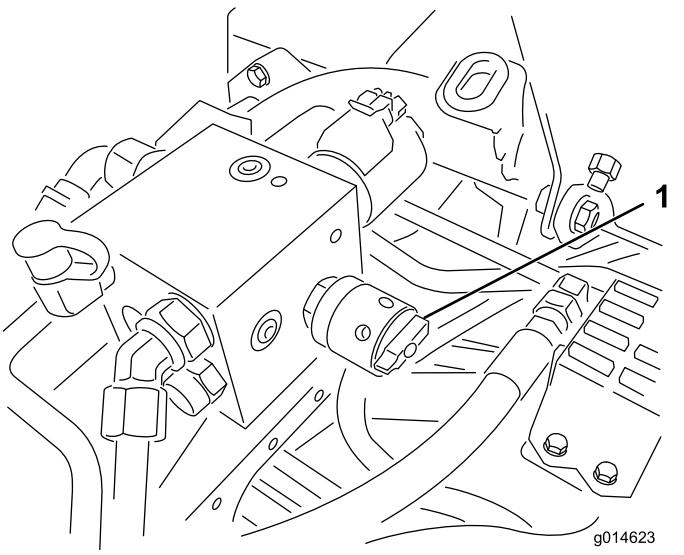

Figura 50
4. Regolate la velocità dei cilindri ruotando la manopola (Figura 50) fino a quando le frecce degli indicatori non sono allineate con il numero determinato al passaggio 3.